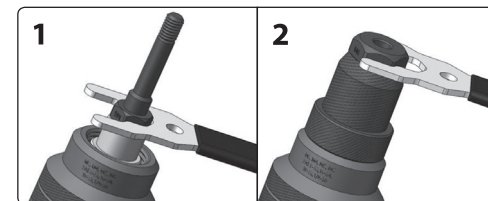

Abb. 3
1) Schrauben Sie in den Nietadapter den Nietaufsatz mit Nietmutter nach den Schritten 1 und 2 in der Abb. 3 ein.
Der Nietaufsatz besteht aus zwei Teilen (Mittelschaft mit Gewinde und obere Mutter – siehe Abb. 3). Die Größe des Nietaufsatzes ist nach der Größe der Nietmutter zu wählen. Die Größe und Länge der Nietmutter muss im Hinblick zum Durchmesser und Tiefe der vorgebohrten Öffnung und des zu verbindenden Materials gewählt werden, sonst ist eine ordnungsgemäße Verbindung der Bauteile nicht gewährleistet. Die Größe der Nietmutter muss dann der Kennzeichnung am Nietaufsatz in Form von z. B. M5... entsprechen. Ziehen Sie dann den Nietaufsatz mit dem mitgelieferten Schlüssel an (Abb. 3, Schritt 2).